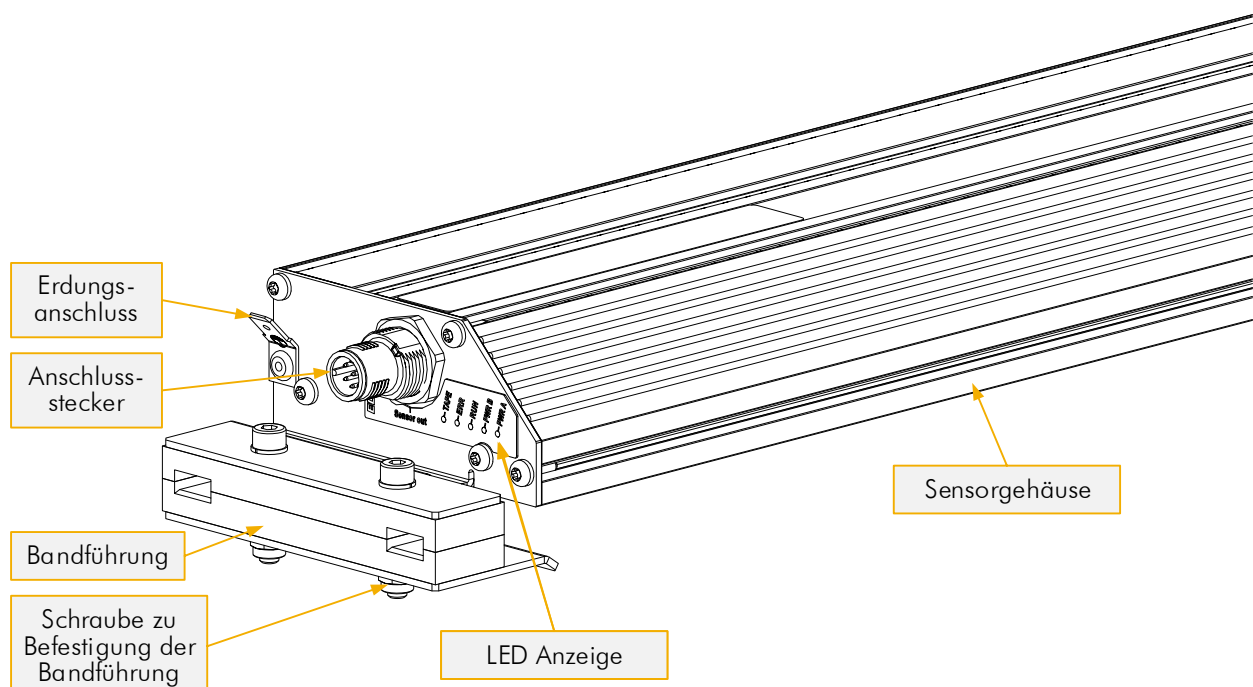

Abbildung 20: Bestandteile des Sensors (halbgeführte Variante)
9. Führen Sie nun das Band durch den Sensor. Lösen Sie die dazu die Schrauben (Abbildung 20 auf Seite 39) zur Befestigung der Polymerführungen und entfernen Sie diese. Montieren Sie diese anschließend gleich wieder mit dem Band dazwischen.